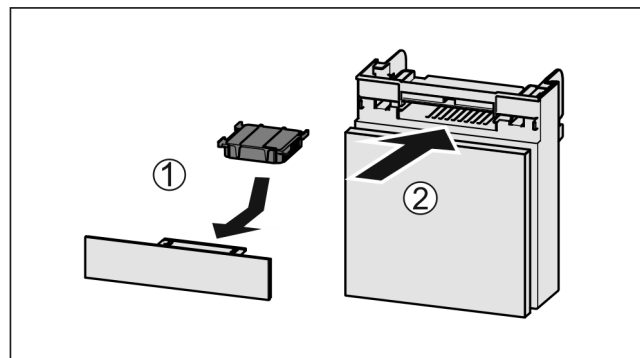

Fig. 61
- ▶ Aktivkohlefilter nach Abbildung einsetzen *Fig. 61 (1)*.
- ▶ Fach einschieben *Fig. 61 (2)*.